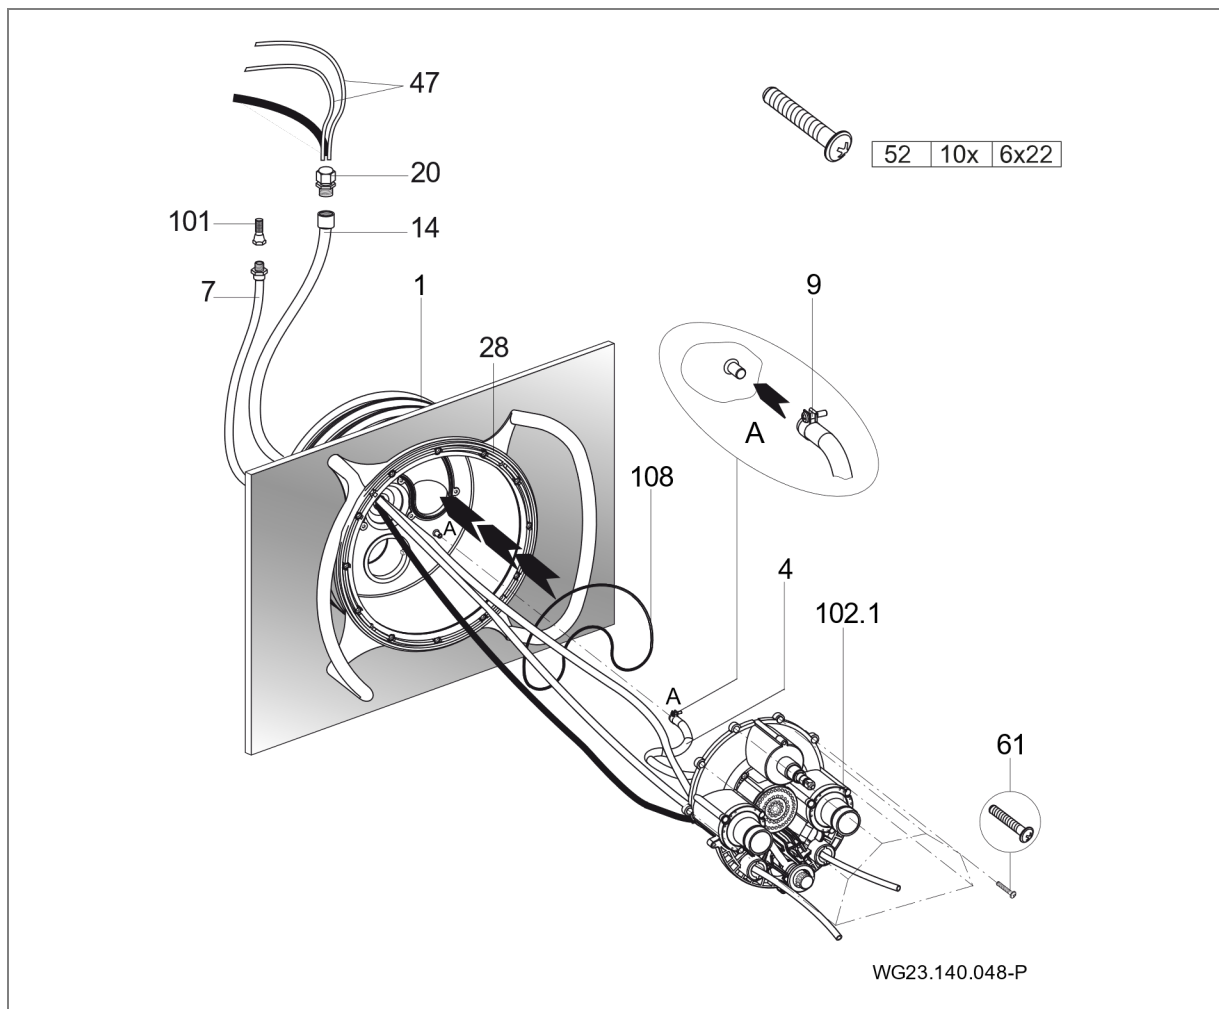

Рис. 18
2. Вставить кольцо круглого сечения (108) во встраиваемый корпус (1). (Рис. 18)
3. Вкрутить десять прилагаемых самонарезающих винтов (61) в корпус сопел. Приставить предварительно смонтированный корпус сопел (102.1) к встраиваемому корпусу (1). (Рис. 18)
4. Пневматические шланги или кабели пьезокнопки провести через нижние или внешние отверстия сопловой коробки (102.1); включение/выключение насоса справа. (Рис. 18)
5. Пневматические шланги (47) или кабели пьезокнопки и кабель прожектора провести через защитный шланг (14) и герметизировать кабельным коннектором (20). (Рис. 18)
6. Внутренний воздухопровод (4), который уже полностью предварительно смонтирован на корпусе сопел (102.1) или ручке регулировки воздуха, с помощью шлангового зажима (9) прикрепить к встраиваемому корпусу (1). (Рис. 18)